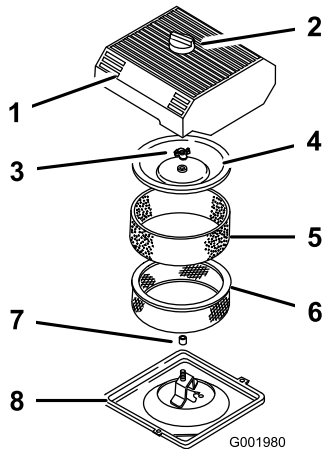

図 43
3. エアクリーナを外したときエンジン内部に異物が入らないよう、周辺をきれいに拭く（図 43）。
4. エア・クリーナのカバーのノブをゆるめてカバーを外す（図 43）。
5. ペーパー・エレメントからスポンジ・エレメントを注意深く取り外す（図 43）。
6. カバー・ナットを外し、カバーとペーパー・エレメントを外す（図 43）。
1. ペーパー・エレメントにスポンジ・エレメントを注意深く取り付ける（図 43）。
3. カバー・ナットを取り付けて指締めする（図 43）。
4. エア・クリーナのカバーとノブを元通りに取り付ける (図 43)。